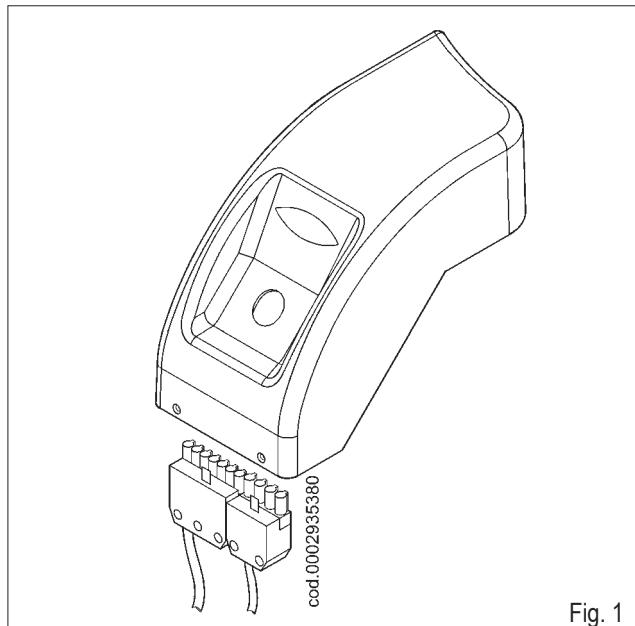

Fig. 1
- 1) En suivant les instructions fournies au paragraphe «Entretien», extraire le groupe de mélange et enlever la vis (1) qui raccorde la tige d'avance (2) du groupe au tuyau de refoulement du gaz (3).
- (3) Enlever la vis (5) qui raccorde le mélangeur du gaz (6) au tuyau (figure 1).
- 2) Tourner de 180° le raccord coudé (4) et le mélangeur (6), de manière à ce que l'entrée du gaz soit tournée vers le haut (figure 1). Fixer de nouveau le mélangeur et la tige d'avance du groupe au tuyau de refoulement du gaz.
- 1) Introduire la fiche à 7 pôles et à 4 pôles pour la version "P", dans les prises situées sous la base de support du tableau électrique d'après la figure 1.